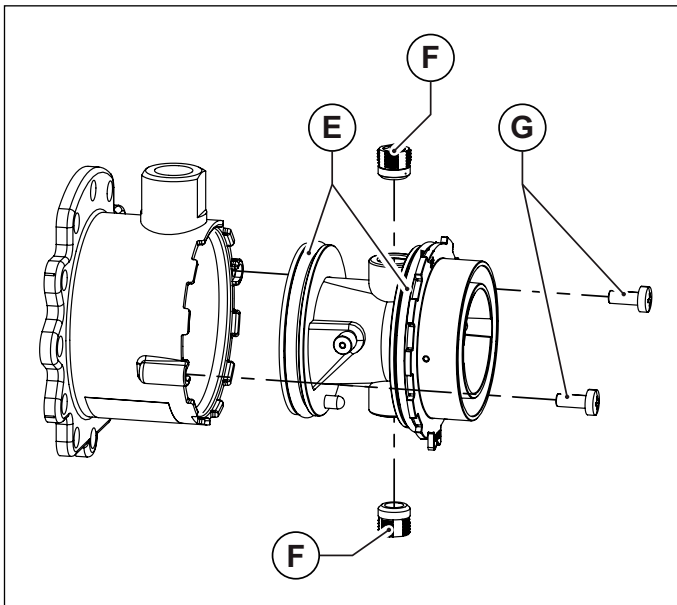
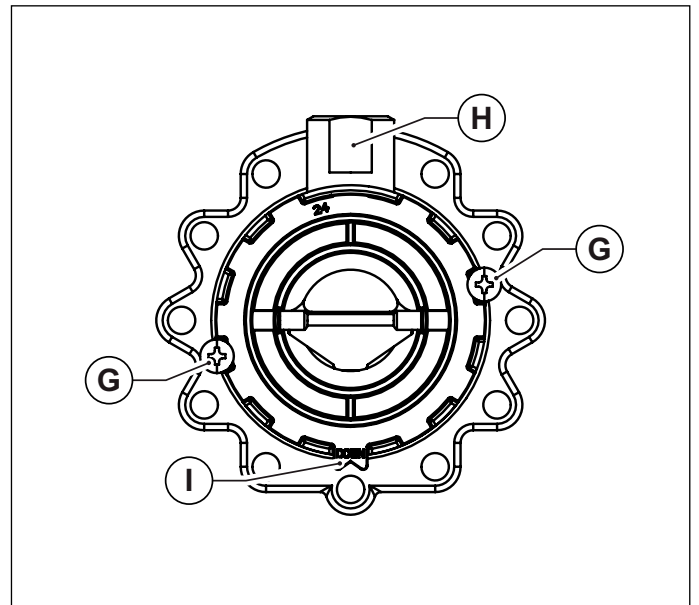

Fig. 37 Corpo in plastica del miscelatore
Fig. 38 Orientamento di montaggio
- Sfilare il corpo in plastica del miscelatore, svitando le due viti di fissaggio (vedi Fig. 37 Corpo in plastica del miscelatore).
- Svitare i due ugelli del miscelatore utilizzando una chiave a brugola da 6 mm (vedi Fig. 37 Corpo in plastica del miscelatore).
- Rimontare il corpo in plastica (Venturi) inserendolo nel miscelatore e avvitandolo con le viti di fissaggio, avendo cura di non danneggiare le guarnizioni o-ring che sono montate agli estremi del corpo in plastica (vedi Fig. 37 Corpo in plastica del miscelatore) e di rispettare l'orientamento di montaggio (vedi Fig. 38 Orientamento di montaggio).
- Montare il mixer riassembleto al ventilatore con le viti a brugola, avendo cura di riposizionare, fra mixer e ventilatore, l'o-ring di tenuta (vedi Fig. 37 Corpo in plastica del miscelatore).
- Montare il mixer riassembleato al ventilatore con le viti a brugola, avendo cura di riposizionare, fra mixer e ventilatore, l'o-ring di tenuta (vedi Fig. 37 Corpo in plastica del miscelatore).